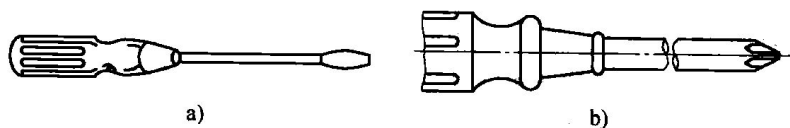

图 1-2 螺钉旋具
(2) 螺钉旋具 旋具是用来拧紧或拧松头部有凹槽的螺栓(钉)的一种常用工具,如图 1-2 所示。